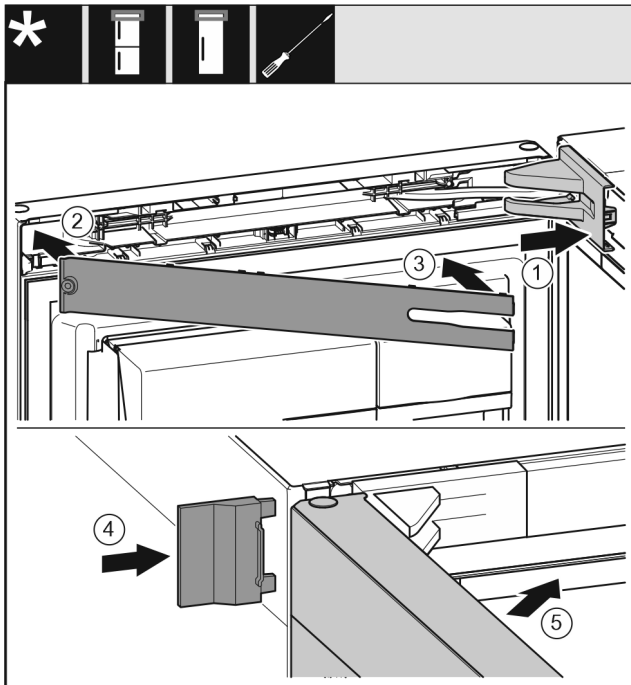

Fig. 53
- ▶ Helyezze fel és pattintsa be a csapágybak fedelét Fig. 53 (1), szükség esetén óvatosan nyomja szét.
- ▶ Helyezze fel a takarólemezt Fig. 53 (2).
- ▶ Takarólemez Fig. 53 (3)
- ▶ Tolja fel a külső fedelet Fig. 53 (4).
- ▶ Csukja be a felső ajtót Fig. 53 (5).